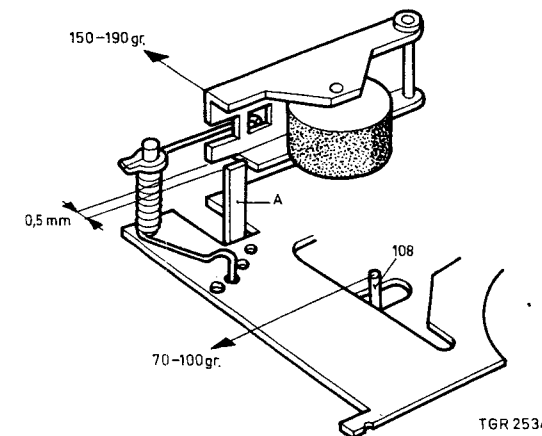

Fig. 5
Überprüfen der Andruckkraft von Anpressrolle 68 (siehe Abb. 5)
Kontrolle der Rutschkupplung 108, Abb. 5
- Beträgt die Stromzunahme weniger als 8 mA, dann ist die Andruckkraft des Antriebsrades von Rutschkupplungsbügel 108 gegen den rechten Spulenteller auf mindestens 70 g herabzusetzen (siehe Abb. 5).
- Beträgt die Stromzunahme mehr als 16 mA, dann ist die Andruckkraft bis maximal 100 g zu erhöhen (siehe Abb. 5).